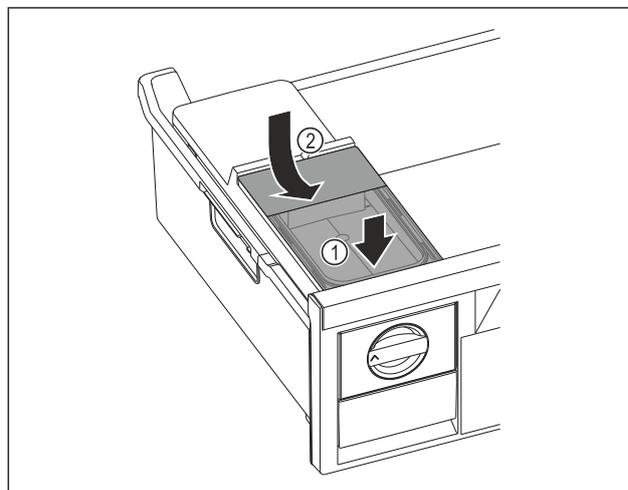

Fig. 125
- ▶ 放置水箱前部。Fig. 125 (1)
- ▶ 放下水箱后部。Fig. 125 (2)